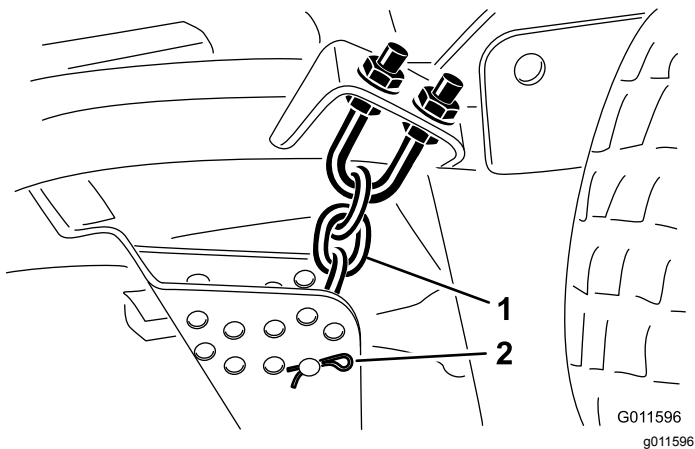

Рисунок 19
- Снимите шплинт и шплинтуемый штифт, которые крепят цепи регулировки высоты скашивания к задней части деки газонокосилки (Рисунок 19).